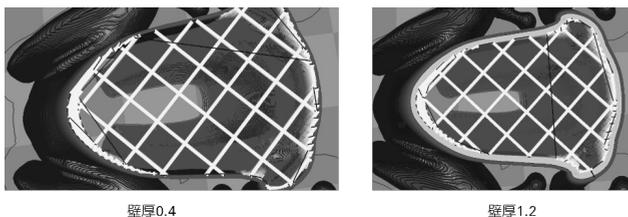

图 3-88 不同壁厚的区别
- 壁厚：这是模型水平方向的边缘厚度，即打印模型的外壳厚度。该数值必须大于喷嘴直径，一般设置成喷嘴直径的相应倍数，该参数也决定了边缘的走线次数。不同壁厚的区别如图 3-88 所示（中间网格为填充）。